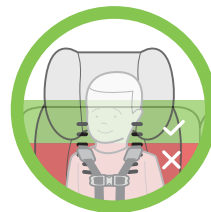

Figura 4
- Las correas del arnés de los hombros deben pasar por las ranuras de dicho arnés y quedar a la altura o por encima de los hombros del niño, como se muestra en la **figura 4**.